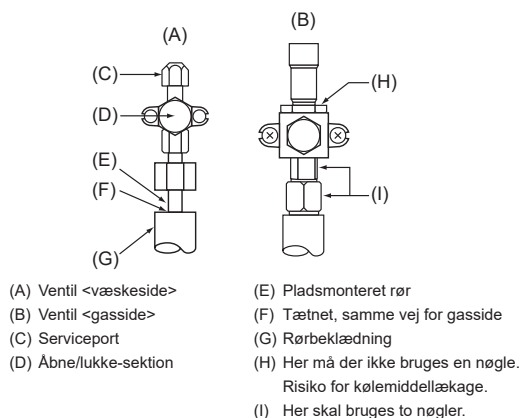

Fig. 4-4
4.4. Metode til lufttæthedstest for kølemiddelrør (Fig. 4-4)
- Kontrollér, at ventilerne (A) (B) er lukkede, og sørg for ikke at åbne dem.
- Påfør tryk på kølemiddelrørene gennem servicepunktet (C) på væskeventilen (A).